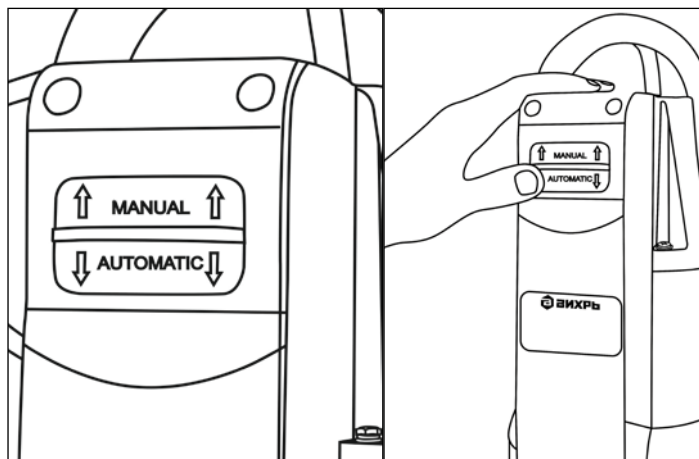

Рис. 5 Режимы работы насоса
- автоматический режим (AUTOMATIC) (рис.5), когда включен поплавковый выключатель, который отрегулирован на определенный уровень включения и отключения насоса. Необходимо удостовериться, что при минимальном уровне воды выключатель отключает насос;
- ручной режим (MANUAL) (рис.5), когда выключен поплавковый выключатель и насос не отключается при определенном уровне воды. Данный режим предназначен для откачки воды до минимального уровня. Используйте этот режим только при необходимости.